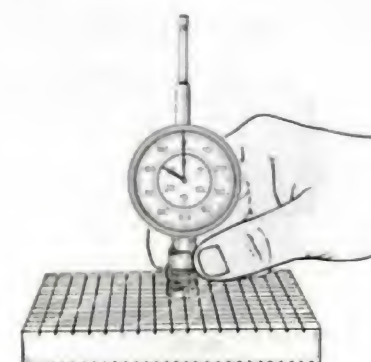

Fig. 28.
- A l'aide d'un support spécial posé sur une surface de référence plane (marbre par exemple), donner au comparateur (1) une tension initiale de 10 mm environ, puis le régler sur « 0 » (fig. 28).